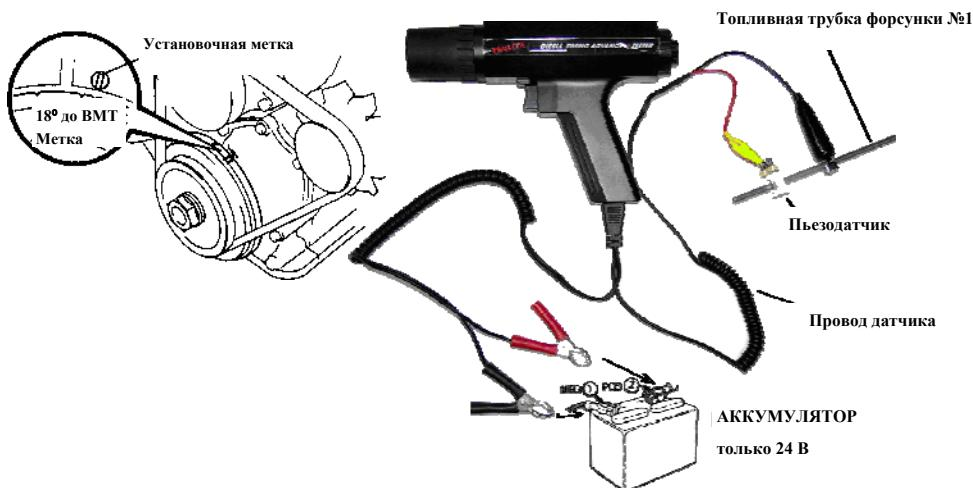

Рисунок 2
1. Поставьте метку для регулирования угла опережения впрыска (смотрите Рисунок 2) и с помощью чистой ветоши очистите грязь и жир с метки и указателя. Можно также использовать мел или белую краску для лучшей видимости.
7. Закрепите пьезодатчик на прямом участке топливной трубы форсунки №1 (смотрите Рисунок 2) как можно ближе к насосу (со стороны насоса меньше импульсных помех), и дальше от двигателя для того, чтобы не получить неверный сигнал. Пьезодатчик и топливная трубка должны быть чистыми и сухими. Убедитесь в том, что топливная трубка прямая и находится в контакте с пьезодатчиком, но **не перетяните**. Чрезмерная затяжка может привести к повреждению чувствительного элемента.
9. Топливная трубка форсунки. (Смотрите Рисунок 2)
11. Подключите зажимы вывода питания: КРАСНЫЙ вывод к положительному (POS), а ЧЕРНЫЙ – к отрицательному полюсу (NEG) аккумулятора автомобиля. После этого подсоедините главный кабель к стробоскопу (смотрите Рисунок 2).